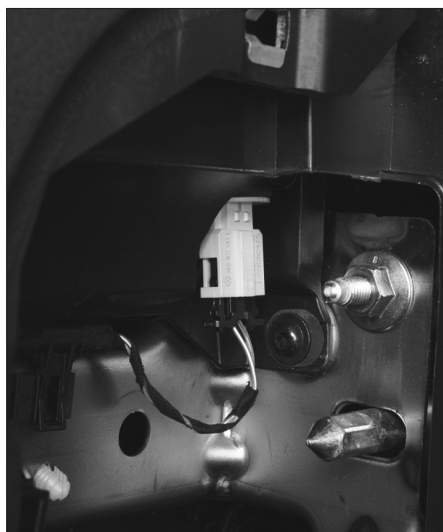

Fig. 34
- Débrancher de chaque côté le connecteur des sondes de température situées près de la buse de ventilation (climatisation bizona) (Fig.34).